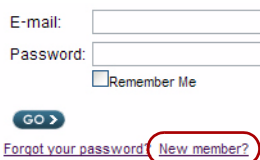

Figura 1. Inicio de sesión en la página de asistencia
4. En la página **Site Login** (Inicio de sesión en el sitio), rellene los campos **E-mail** (Dirección de correo electrónico) y **Password** (Contraseña) (Figura 1).